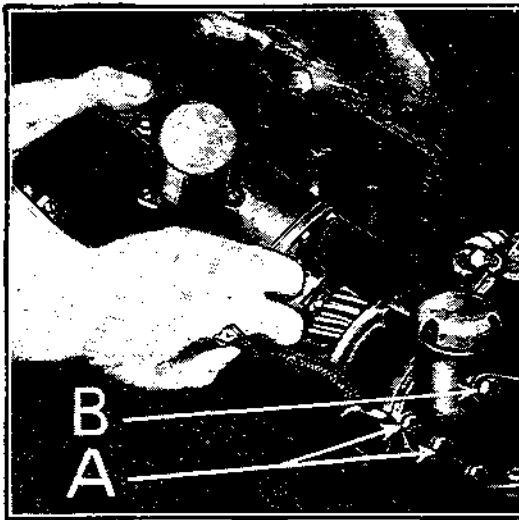

Fig. 131
**202** — Enlever la génératrice en dévissant les deux boulons de fixation (voir A, fig. 131) et le boulon du ressort du couvercle de distributeur B. Retirer la génératrice et le joint du support.